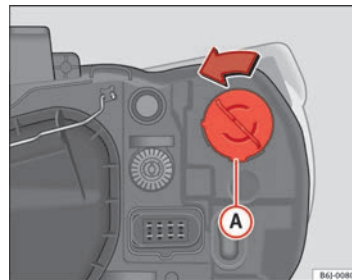

Abb. 143 Blinker bei Einfachscheinwerfer
- Drehen Sie den Lampenträger ⇒ Abb. 143 Ⓐ nach links und ziehen Sie.